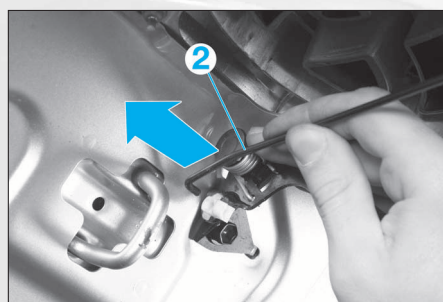

FIG. 2
- Décliper la tige de commande d'ouverture (2) (Fig.2) ouvrant le capot.